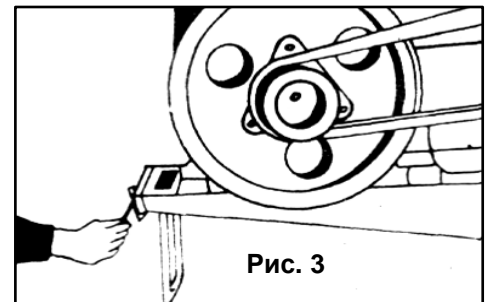

Рис. 3
- Установите дизельный двигатель опорными ножками на ползья рамы (17)(См. Рис.3).
- Отрегулируйте болт натяжки ремня, расположенный в передней части шасси при помощи гаечного ключа. Вращение болта смещает положение вала двигателя, таким образом установите двигатель в правильное положение натяжения ремня, после чего затяните болты и гайки (См. Рис.3).